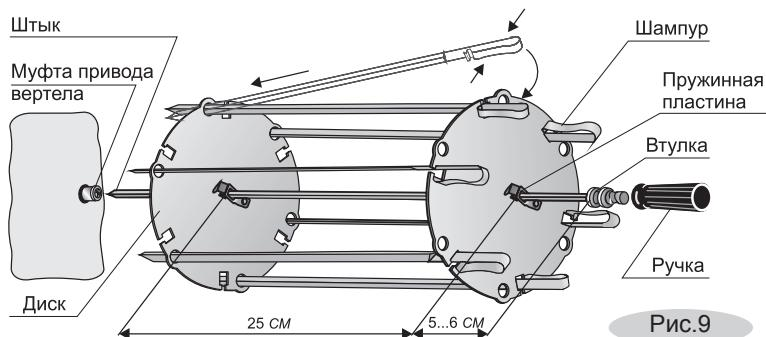

Рис.9
- Скав пружинные пластины, наденьте на штык диск и установите его на расстоянии 5-6 см от втулки (рис.9).